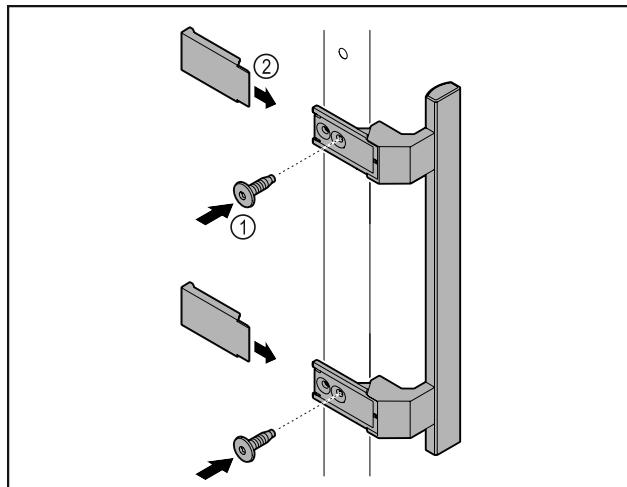

Fig. 8
- 用随附的螺钉 Fig. 8 (1) 将附件包中的把手安装到门上。
- 安放盖板 Fig. 8 (2)。